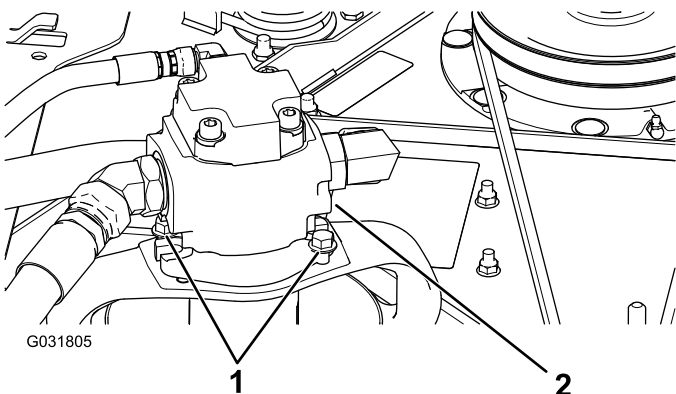

Figura 115
- Rimuovete i bulloni che fissano il motore idraulico al piatto di taglio (Figura 115).